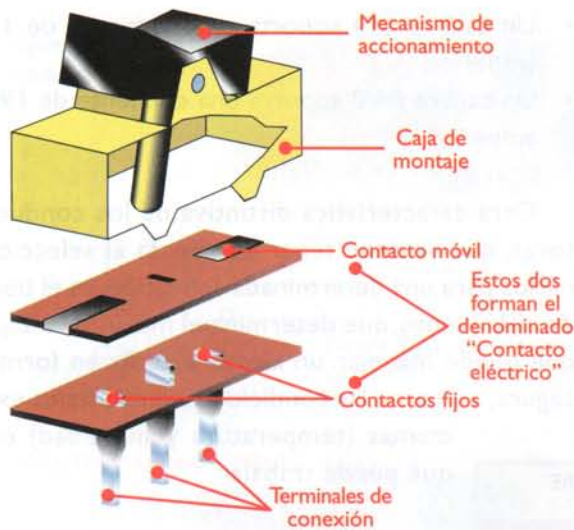

Figura 3.10. Estructura de un interruptor
presión, etc. y que forman el comúnmente llamado contacto eléctrico, figura 3.10. Su función es permitir que la corriente eléctrica pueda circular de una de las superficies fijas a la otra, ofreciendo la mínima resistencia posible. Cuando el interruptor se lleva a la posición de cerrado (ON), el contacto móvil une los contactos fijos cerrando el circuito y los separa cuando el interruptor se lleva a la posición de abierto (OFF), abriendo a su vez el circuito.